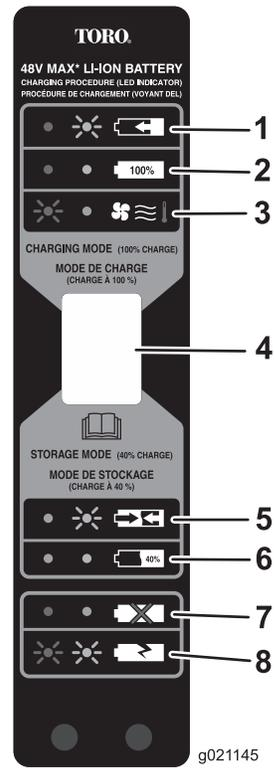

Figura 3
Utilice el modo de almacenamiento (Figura 3) si la batería no se va a utilizar durante 12 meses o más.
4. Cuando la batería esté preparada para el almacenamiento (Figura 3), retire la batería del cargador.